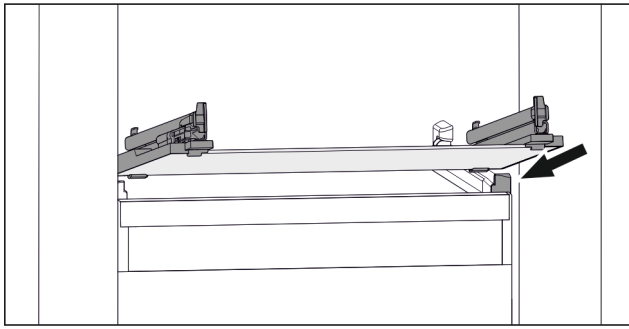

Fig. 168 Lasihyllyn esimerkinomainen kuvaus
- ▶ Aseta lasihylly vinosti rajoittimien taakse. (katso Fig. 168)